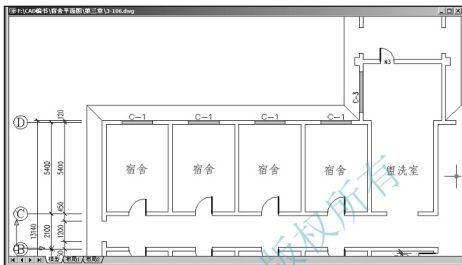
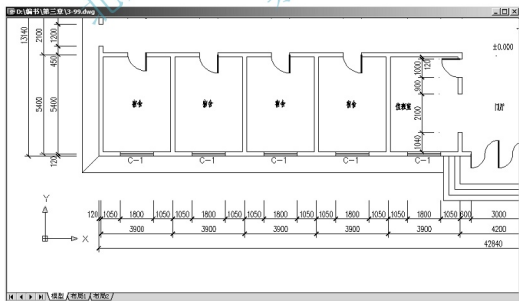

图 3.90 利用 MINSERT 命令插入 “窗” 图块
图 3.94 插入 A 轴线上 1~6 轴线之间的 5 个 1800mm 窗
结果如图 3.90 所示, 一次插入了 4 个窗。
(2) 用【多重插入】命令插入 A 轴线上 1~6 轴线之间的 5 个 1800mm 窗,结果如图 3.94 所示。注意观察图 3.90 和图 3.94 中“C-1”的不同位置。
(3) 在【增强属性编辑器】对话框中,将【文字】选项卡中的【宽度比例】由“1.206”修改为“0.7”。